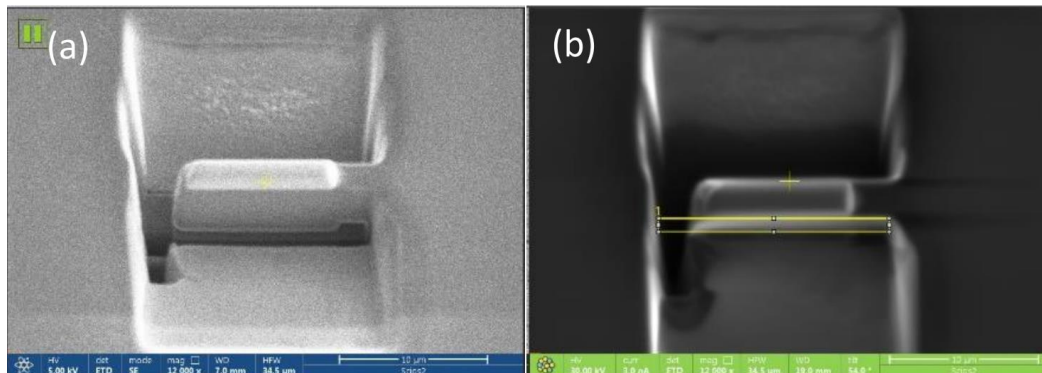

图 7.3-7 确保底部截断示意图
② 在沉积层的上侧画 2 个 Rectangle Pattern，1 个 X 方向，一个 Y 方向，二者之间部分重叠，具体如 7.3-6 示意图所示。2 个 Pattern 并联后，点 Start Patterning 运行程序。程序运行完成后，可通过电子束及离子束下观察确保底部完全切穿。
③ 确保底部完全切断 (可选步骤)：可将样品台 tilt 10-35°，在电子束窗口中观察图像，看底部是否有连接，如图 7.3-7 (a) 所示。若无法确定底部已截断，则再次将样品台 tilt 至 54°，采用
CCS Pattern 对底部进行修整，如图 7.3-7 (b) 所示。完成 CCS Pattern 修整后，将样品台重新 tilt 至 0°。